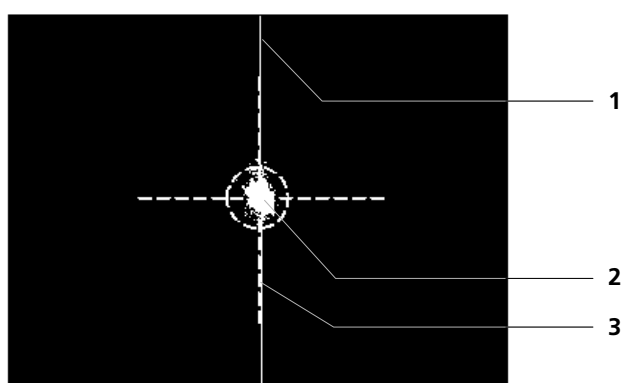

Fig. 16 Image vidéo de l'œil dans le cas d'un appareil correctement réglé
Dans l'appareil, on règle un autre agrandissement; on peut voir un découpage plus réduit de l'œil avec le reflet de la lumière de réglage (2, Fig. 16) et un trait vertical (1, Fig. 16).
- On demande au patient de regarder sur la lumière de fixation rouge. L'écran affiche une réticule (3, Fig. 16) avec un cercle au centre.
Dans le cas de lentilles plus fortement voilées, il peut s'avérer judicieux de défocuser l'appareil. Le reflet (2, Fig. 16) peut être choisi avec une taille identique au cercle sur l'écran. Si à ce moment des mesures ne sont pas toujours possibles, on peut de nouveau focaliser et en modifiant la hauteur (faire tourner le joystick), le reflet peut être réglé sur le bord inférieur ou supérieur du cercle sur l'écran.